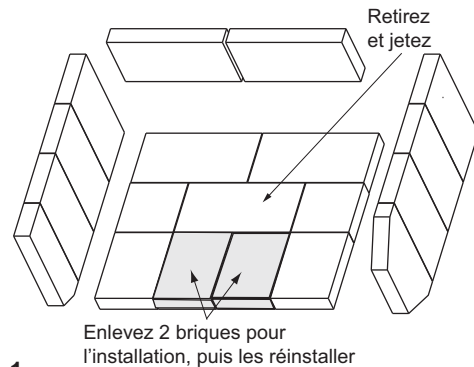

Figure 21.1
- Retirez les 2 briques de la partie avant de la boîte à feu (**Figure 21.1**).
2. Retirez les 2 briques de la partie avant de la boîte à feu (Figure 21.1 à la page 21).